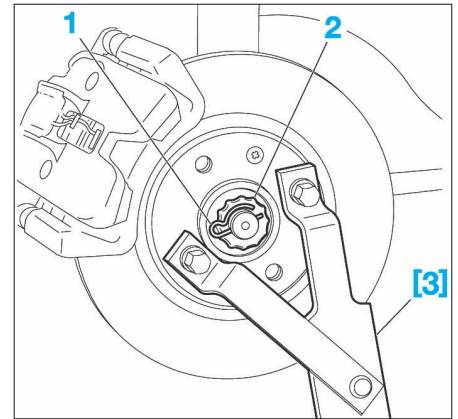

FIG. 22
- Mettre en place l'outil [3] (Fig.22).